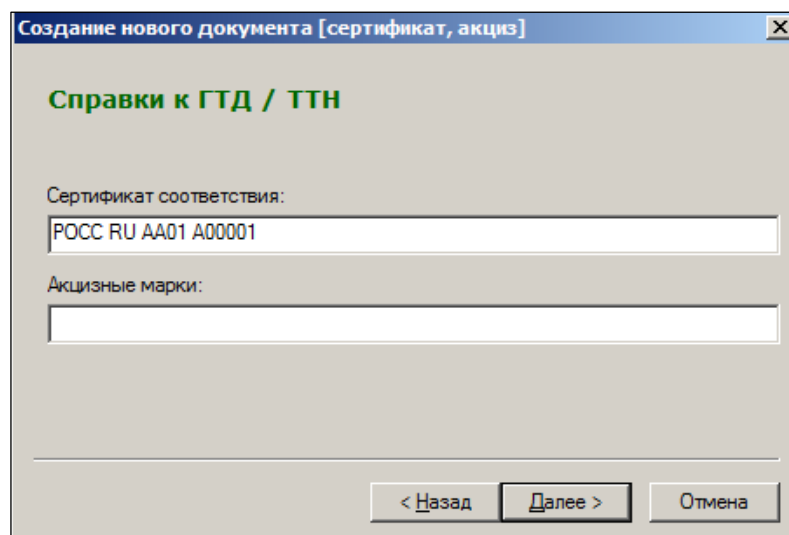

Рисунок 136 – Создание справки к ГТД/ТТН (4)
- Если товар является подакцизным и/или имеет сертификат, необходимо указать номер сертификата соответствия и перечень кодов акцизных марок (Рисунок 136):